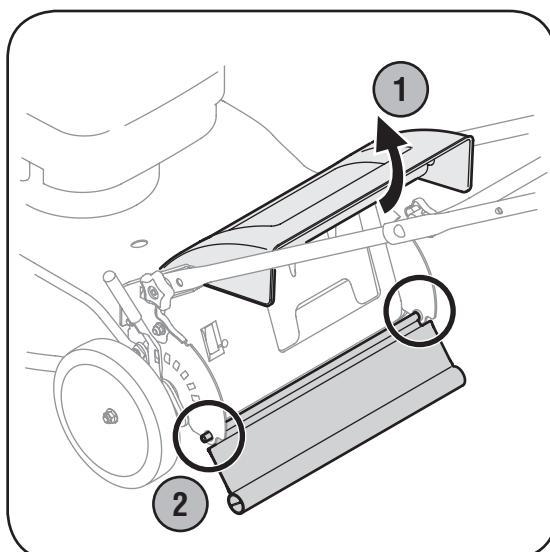

Figura 5-2: Reemplazar la aleta trasera.
- Doble la aleta trasera hacia adentro a cada lado para liberar las lengüetas de los agujeros en los soportes del montaje de la manija, Figura 5-2.